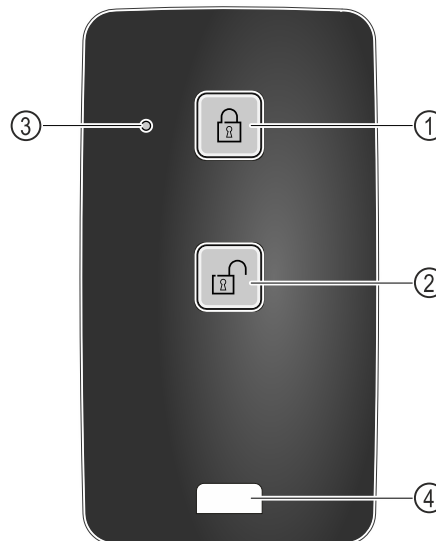

Fig. 139
- (1) Заблокировать замок
- (2) Разблокировать замок
- (3) Светодиод состояния
- (4) Крепежная проушина
- ▶ Нажмите кнопку Fig. 139 (1) на пульте дистанционного управления.
- ▶ Нажмите кнопку Fig. 139 (2) на пульте дистанционного управления.
- ▶ Светодиод состояния Fig. 139 (3) при нажатии на кнопку выдает оптический ответный сигнал.
- ▶ Проушина Fig. 139 (4) для закрепления пульта дистанционного управления, например, на связке ключей.